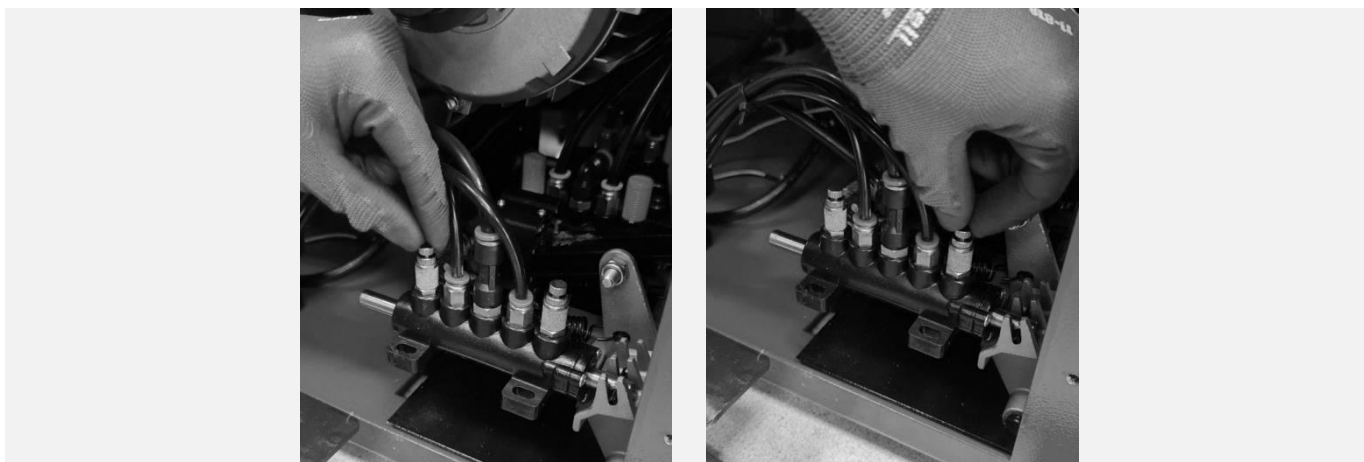

Рисунок 65
11.7.2 Поворачивая пневмодрозсель с глушителем, расположенный на пневматическом распределителе, управляющим движением монтажной колонны (см. Рисунок 65), установить требуемую скорость (плавность) откидывания и возврата в рабочее положение монтажной колонны.